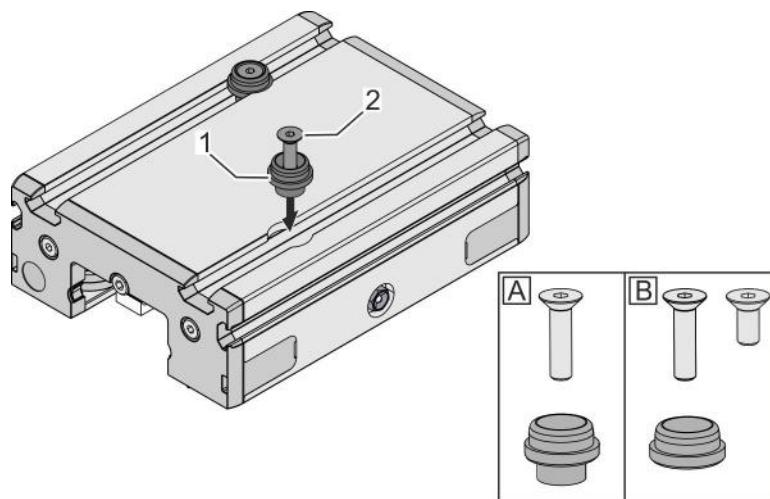

Fig. 38: Montar sets de centrado
1. ➤ Coloque los sets de centrado (Fig. 38/1) en los orificios del carro guía previstos al efecto.
2. ➤ Apriete el tornillo (Fig. 38/2):